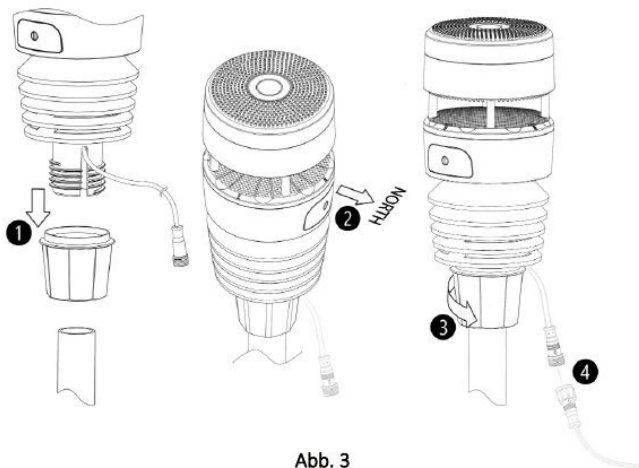

Abb. 3
1. Montieren Sie das Gerät wie in Abb. 3 dargestellt auf dem Mast.